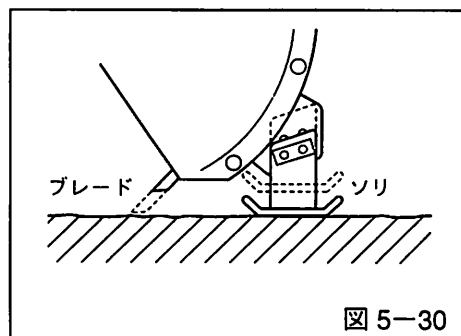

図 5-30
- 整地された路面、アスファルト路面を除雪する場合にはソリのボルトを緩めてソリを上を上げ、ブレードをソリと同じ高さにセットすれば、路面ストレスまできれいに除雪ができます。(図5-30参照)